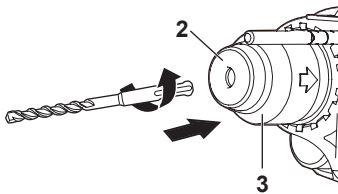

Fig. 6-1
1. Avant d'insérer le foret, nettoyez-le et huilez-le légèrement. Insérez le dans le mandrin [2] en le tournant jusqu'à ce qu'il s'enclenche. Le foret doit se verrouiller tout seul. Tirez dessus afin de vous assurer qu'il est bien verrouillé (Voir Fig. 6-1).